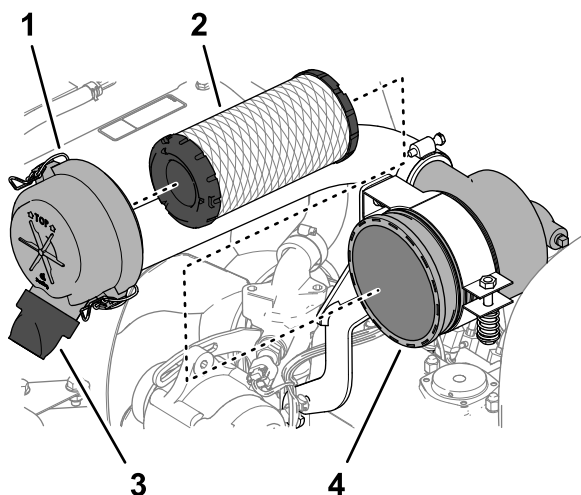

図 65
3. エアクリーナのカバーをボディーに固定しているラッチを外す(図 65)。
6. エレメントを外す 図 65。
7. エアクリーナカバーの粉塵排出ポートからゴム製排出バルブ 図 65を外す。